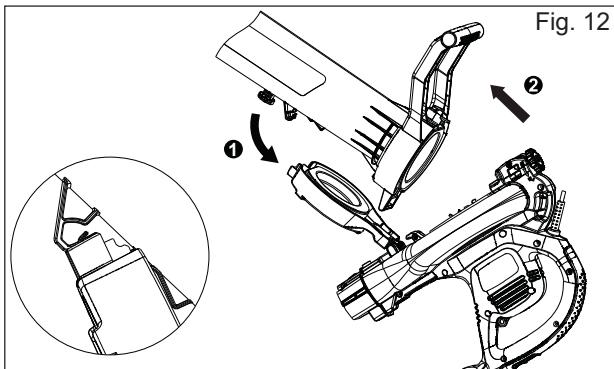

Fig. 12
2. Para retirar el conjunto del tubo de aspiración/trituración, suelte la intercubierta del gancho del tubo, gire la perilla de bloqueo para desbloquear y luego retire el conjunto del tubo de su carcasa (Fig. 12).